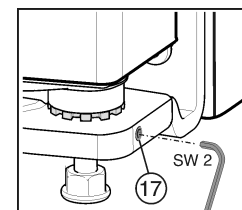

Fig. 29
- Dévisser un peu la vis sans tête Fig. 29 (17) (maximum un tour !).
- Resserrer la tige filetée Fig. 29 (17) pour fixer le pivot.